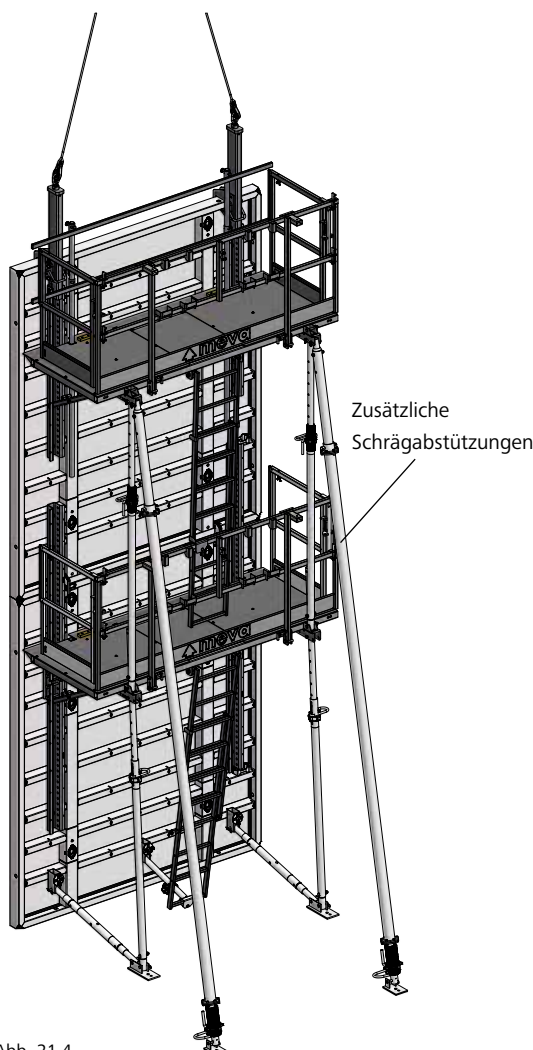

Abb. 21.4
4. Zusätzliche Schrägabstützungen werden oben an den Schienen der MIS Bühne verbolzt (Abb. 21.4).